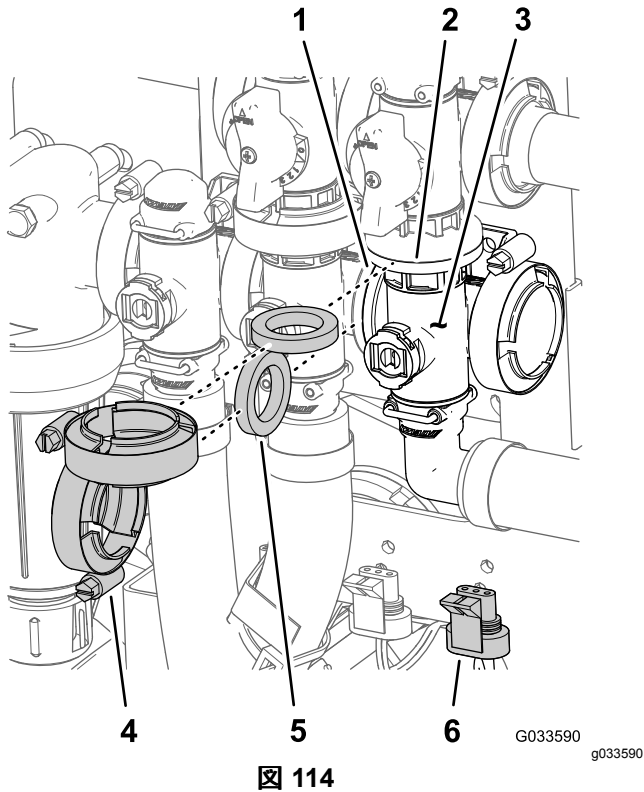

図 114
1. マスターブームバルブ用のマニホールド 図 114 をマスターブームバイパスバルブ、攪拌バルブおよびフランジ付き 90° エルボ フローメータ用ホースの端部にある に固定しているフランジクランプとガスケットを外す。